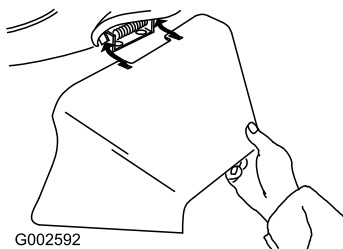

Figura 39
3. Instale el conducto de descarga lateral y cierre la puerta sobre el conducto (Figura 39).